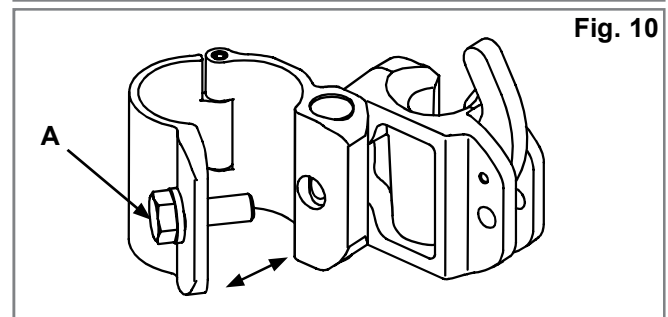

Fig. 10
3. Bevestig de bevestigingsbeugels. (Fig. 10)